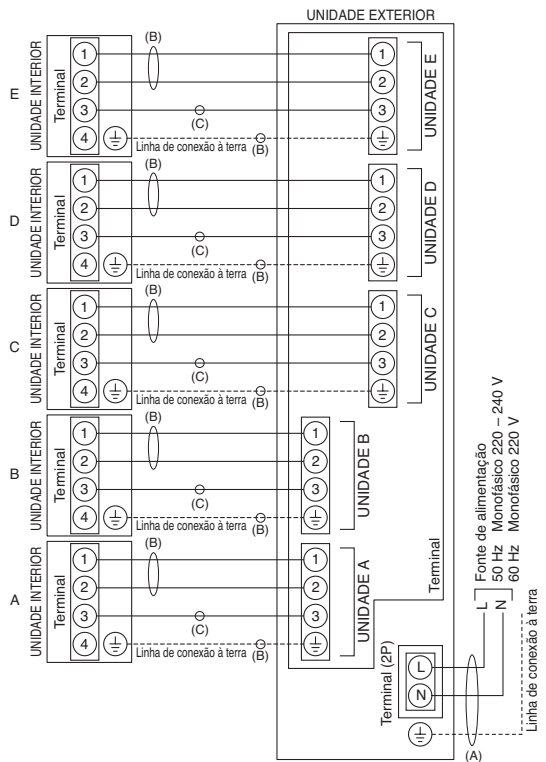

Fig. 25
Consulte o diagrama do sistema da instalação eléctrica (Fig. 25) para conhecer o significado de (A), (B) e (C) na Tabela 6. Cabo com designação do tipo 245 IEC 57 (H05RN-F, GP85PCP, etc.) ou mais resistente.
### 5-3. Diagrama do sistema elétrico (Fig. 25)